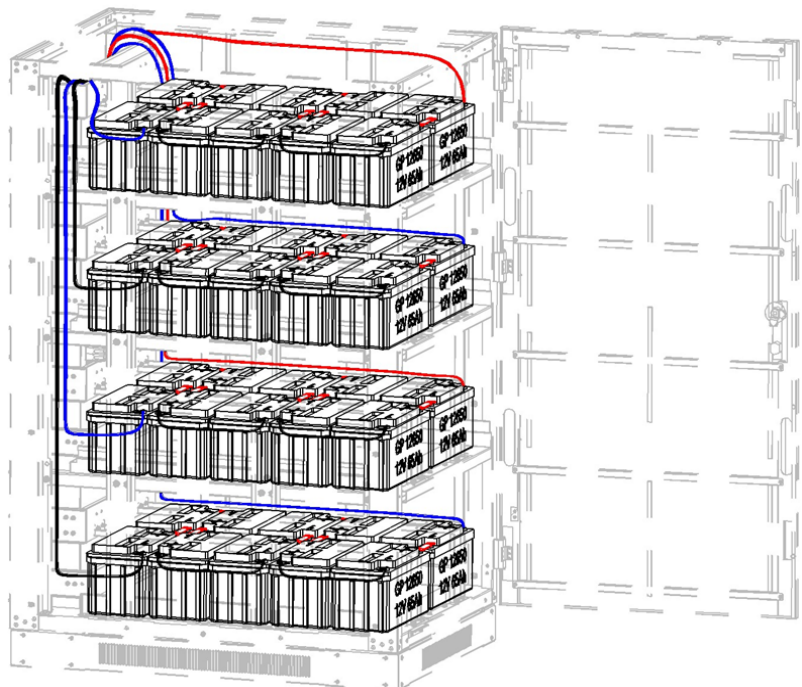
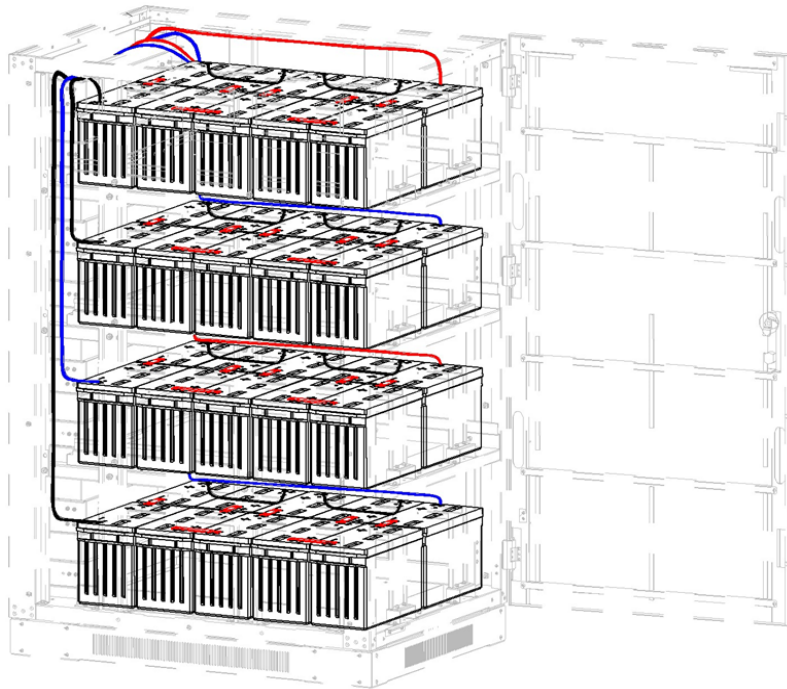
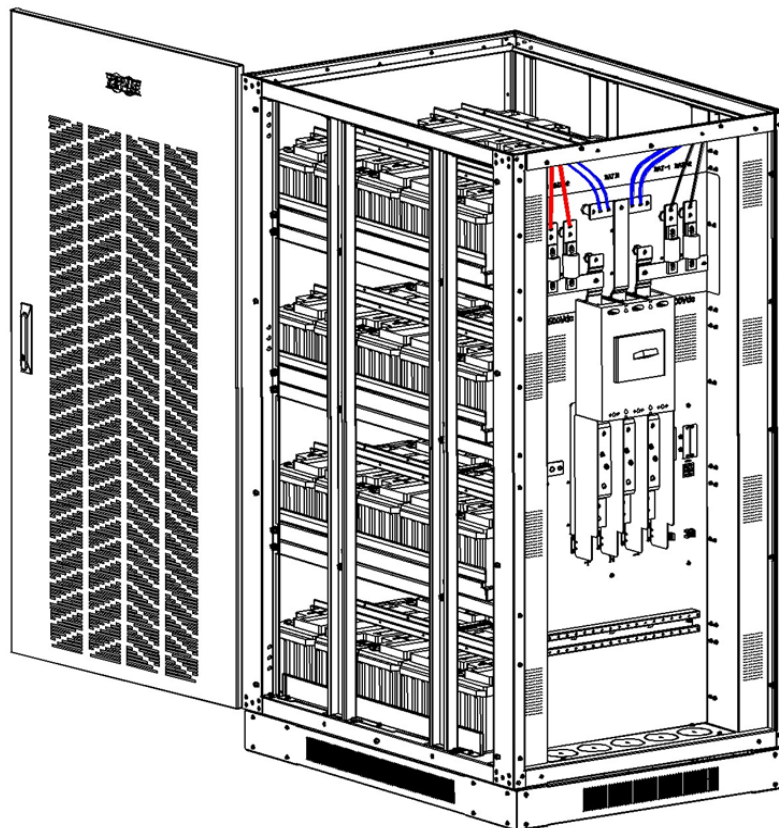

Figura 5-42: Modelo BP240V65L-NIB
Figura 5-43: Modelo BP240V100L-NIB
Figura 5-44
11. Conecte los cables del grupo de baterías 1 batería 1+ a barra de bus BAT+, Batería 10- a barra de bus BATN, Batería 11+ a barra de bus BATN, batería 20- a barra de bus BAT- bus y los cables de conexión de nivel. Conecte la batería del grupo de baterías 2 21+ a la barra de bus BAT+, Batería 30- a barra de bus BATN, Batería 31+ a barra de bus BATN, batería 40- a barra de cobre BAT y los cables de conexión de nivel (Figura 5-42: Modelo BP240V65L-NIB o Figura 5-43: Modelo BP240V100L y Figura 5-44).